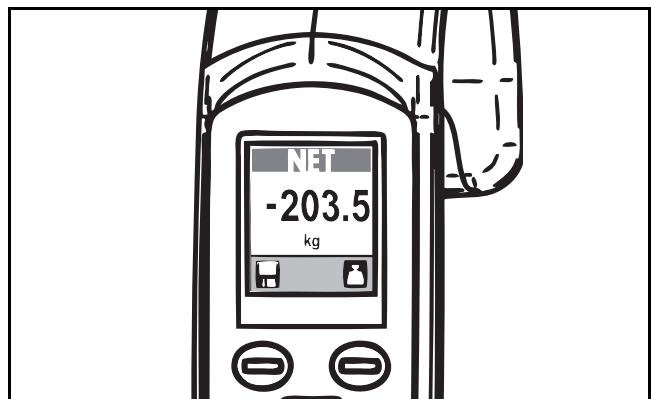

Рис. 68
- 3) Прикрепите стропу обратно к подъемнику MAXI MOVE. Игнорируйте знак «минус» перед числовым значением, отображаемым на экране. Дождитесь стабилизации показаний. Отображаемое значение соответствует фактической массе пациента (см. Рис. 68).